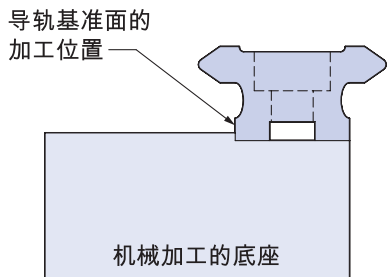
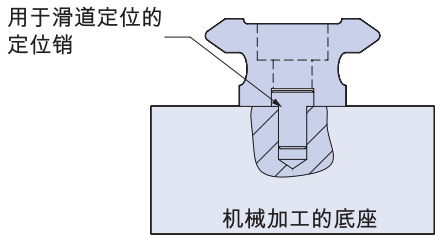

图 1.1 滑道位置的加工安装面
图 1.2 定位销定位方式
1.1 为确保准直，滑道需要设为精确对准加工安装面，如图 1.1 所示。另外，可使用定位销来设置滑道平行，如图 1.2 所示。定位销的孔应精确加工，以确保安装后滑道准直。